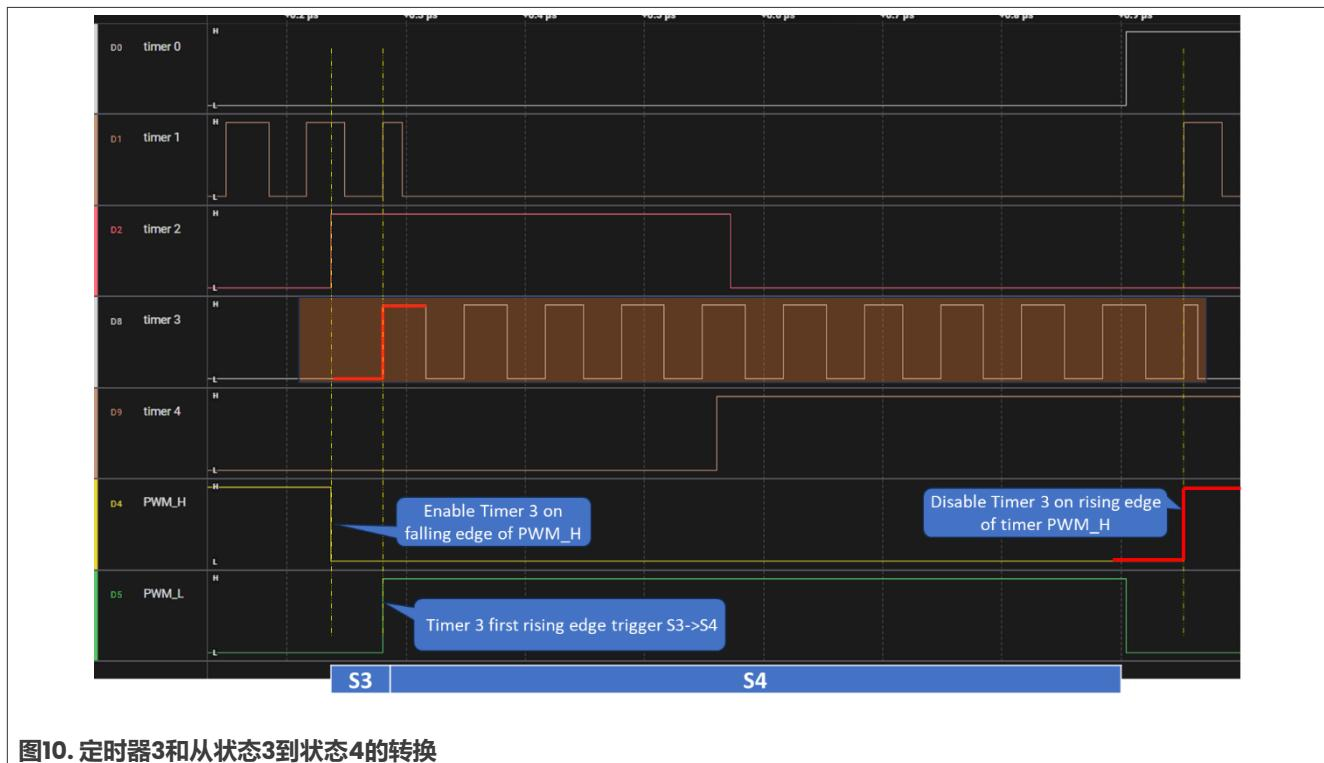

图10. 定时器3和从状态3到状态4的转换
4. 图10显示了定时器3的波形和从状态3到状态4的转换。PWM\_H的下降沿启用定时器3，而上升沿禁用定时器3。定时器3的第一个上升沿触发从状态3到状态4的转换。后续上升沿不会产生影响。